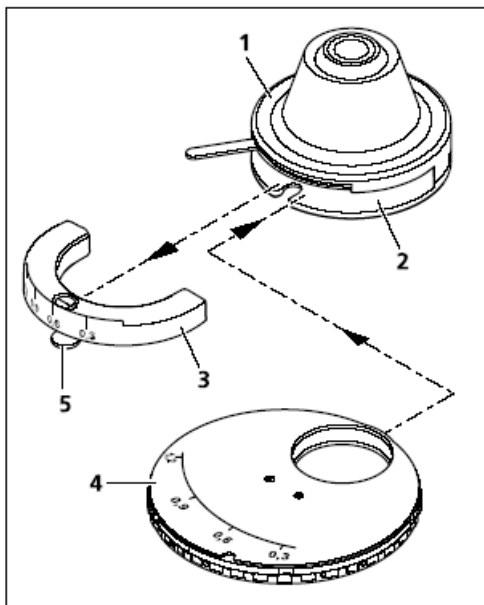

图3-50 把模块转盘装进0.9/1.25H 聚光镜
- 从聚光镜支架上取出聚光镜（图3-50/1），请参见第3.1.12节。如果聚光镜不能下降到足够低的位置（例如，安装有综合固定架），那么就可能需要连同载物台一起移除，然后把聚光镜支架下降到限位位置，并取出聚光镜。
- 使用螺丝刀（SW 3）松开聚光镜扇形刻度盘（图3-50/3）的紧固螺钉（图3-50/5），取出扇形刻度盘。
- 使模块转盘的双分叉开口对准聚光镜，滑动推进模块转盘（图3-50/4）。确保模块转盘与聚光镜两边内侧的导轨结合完好。这个导轨同时兼作模块转盘的停止定位。模块转盘固定螺钉的止定栓应当滑进聚光镜的定位槽。